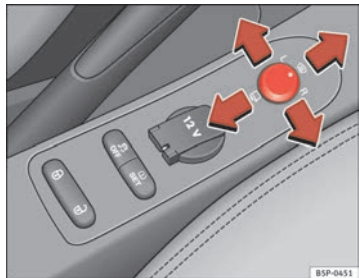

Abb. 90 Drehknopf für Außenspiegeleinstellung
1. Drehen Sie den Drehknopf ⇒ **Abb. 90** in Stellung **L (linker Außenspiegel)**.
- Drehen Sie den Drehknopf nach vorne auf die mittlere Stellung ⇒ **Abb. 90** , damit die Heizung der Außenspiegel und die Funktion der beheizbaren Windschutzscheibe* im Bereich der Ruhestellung der Wischerblätter eingeschaltet wird ⇒ Seite 130.
- Drehen Sie den Drehknopf ⇒ **Abb. 90** in Stellung , um die Außenspiegel anzuklappen. Sie sollten die Außenspiegel immer anklappen, wenn Sie eine automatische Waschanlage durchfahren, um Beschädigungen zu vermeiden.